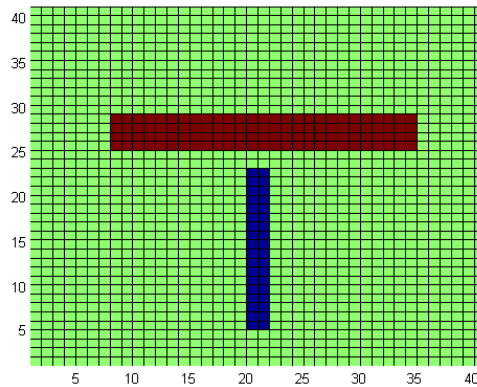
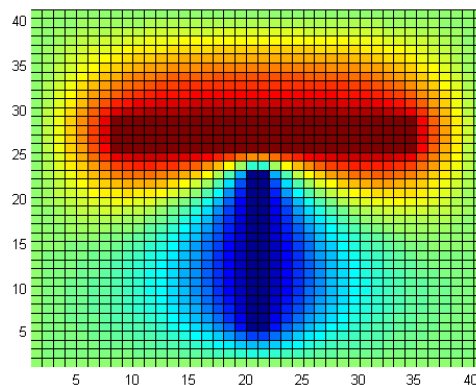

Figure 1. Problème considéré (gauche) et potentiel V représenté avec pcolor (conditions initiales)
Figure 2. Potentiel V représenté avec pcolor après 200 itérations.
- Des potentiels 'source' de 100V et -100V sur deux barres comme indiqué sur la Figure 1.
- Une boucle pour itérer le calcul de l'équation (1) discrétisée un certain nombre de fois.
Dans ce premier exemple, le calcul de la formule (2) sera itéré 200 fois (on rappelle que les potentiels V doivent être initialisés dans tout le domaine de calcul à zéro initialement). On souhaite obtenir un résultat sous la forme de la Figure 2.
- Réaliser les modifications nécessaires sur la boucle (200 itérations demandées) pour obtenir le résultat de la Figure 2.